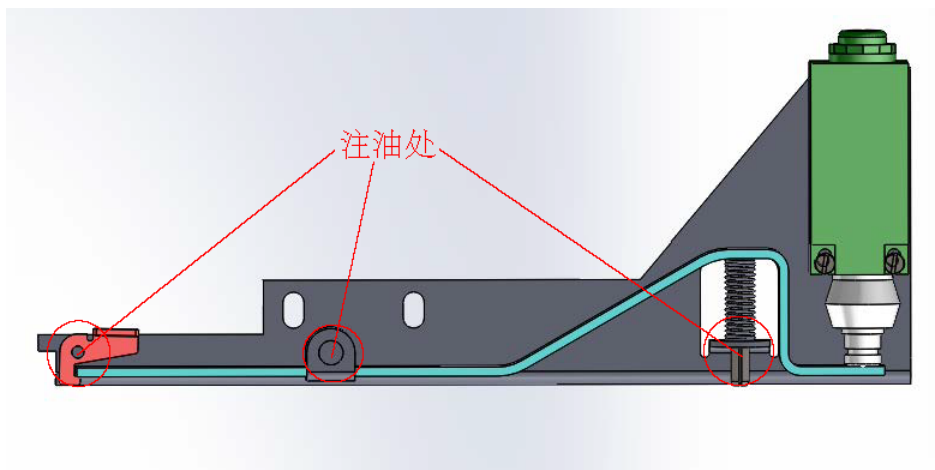

图 4 辅助限位开关分部件注油处
3.4 辅助限位开关分部件运动副注油润滑，详见图 4(a、b、c)所示；
3.4.2 将如图 4(a、b、c)三处注油润滑后，需要旋转固定卡且旋转带零部件，使淤积的灰尘或杂物彻底排出，从而确保辅助限位开关分部件运动副旋转灵活无卡涩现象；